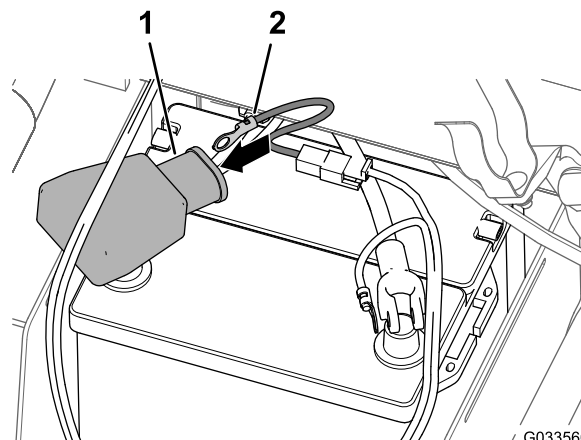

Figura 29
4. Allineate il morsetto ad anello del collegamento fusibile (cablaggio preassemblato dell'irroratrice) attraverso il coperchio largo della batteria, come illustrato nella Figura 29.